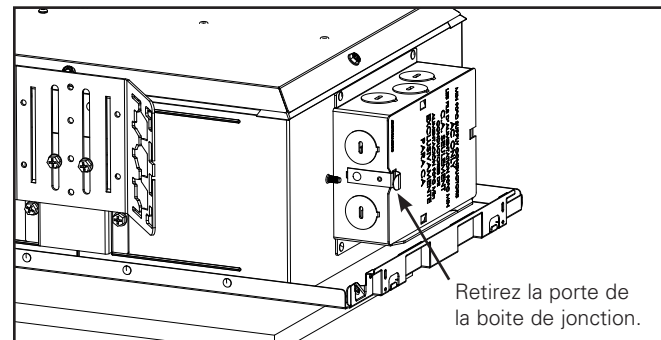

Figure 4b.
5. Consultez l'aide visuelle aux Figures 4b et 4c.